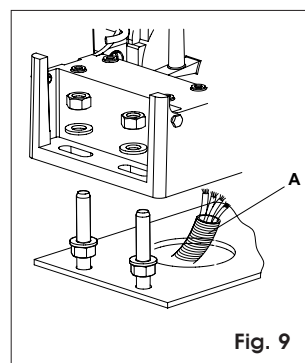

Fig. 9
2) Collocare l'operatore sulla piastra utilizzando le rondelle e i dadi in dotazione come da Fig.9.
Durante tale operazione fare passare i cavi attraverso l'apposita fessura presente nel corpo riduttore dell'operatore (Fig.9 rif.A).